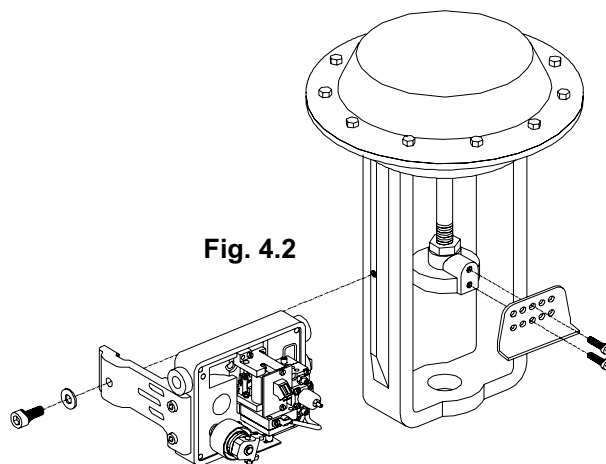

Fig. 4.2
1. Para la orientación correcta del posicionador, controlar la Fig. 4.2